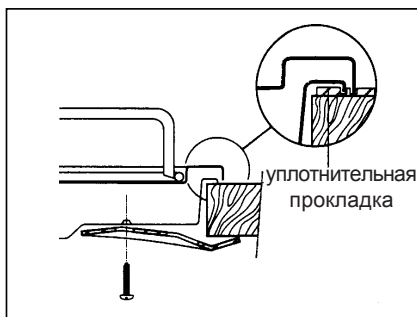

Рис. 20
- 3) Закрепите прибор винтами (рис. 20). При затягивании винтов уплотнение может выступить из-под кромки, эти излишки можно затем удалить.